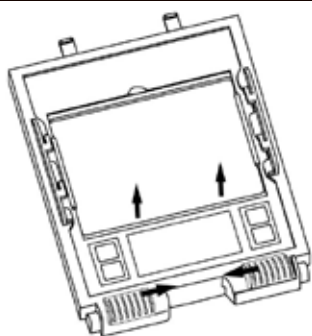

FIG. 9
- Per sostituire la lente di protezione frontale rimuovete il gruppo filtro (Fig. 9) spingendo i due blocchi del filtro verso l'interno.
- Per sostituire il filtro, rimuovete il gruppo filtro dalla maschera (Fig.9). Flettete la parte superiore del supporto e rimuovete il filtro (Fig. 10). Montate